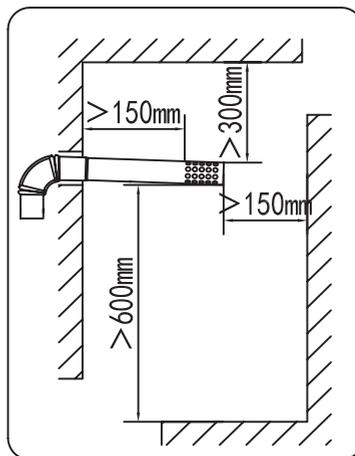

Figura 6
- Instale un tubo de tiro exclusivo para este calefón, figura 6 para su referencia. Si el ducto es demasiado corto, puede alargarlo según sus necesidades. Inspeccione el ducto semestralmente para ver si hay daños o fugas de humo.
2 grados, de modo que facilite la descarga del agua condensada y del agua de lluvia. (Figura 6).
- La distancia entre el ducto de evacuación y el material combustible debe ser superior a 150 mm. Utilice el refractario aislante cuyo grosor sea inferior a 20 mm para envolver el conducto de humos si necesita pasar a través de la pared o los materiales combustibles (Figura 6)